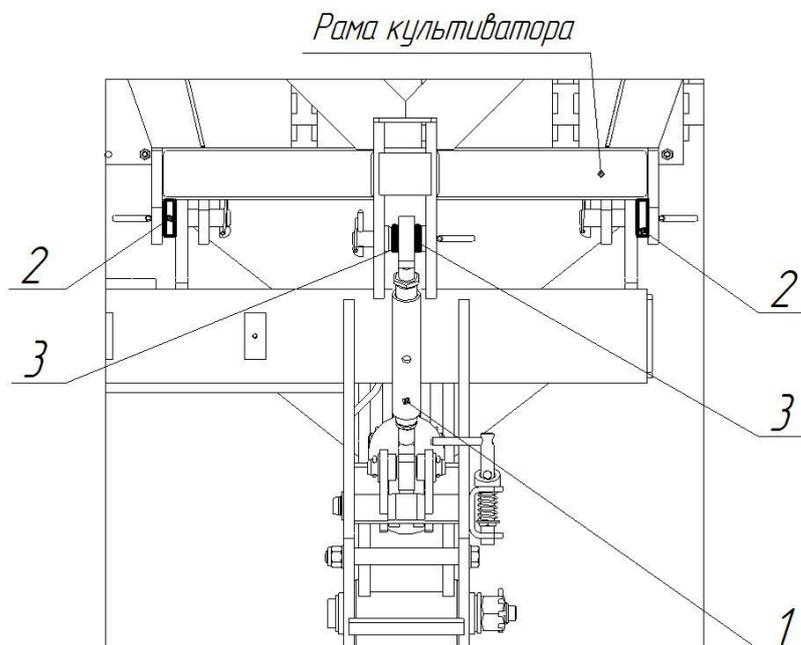

Рисунок 6 – Установка регулировочных шайб
**Внимание! При регулировке талрепом (рис. 6) максимальное расстояние между его проушинами должно быть не более 720 мм.**